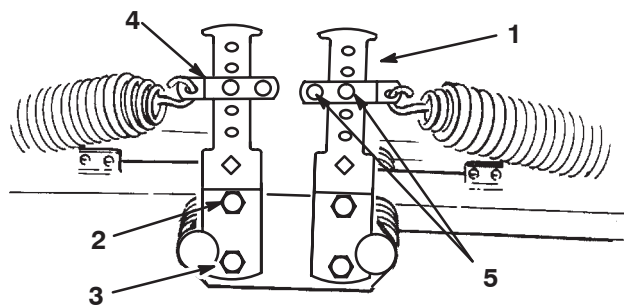

Figure 13
2. Accrochez l'autre extrémité du ressort au trou approprié (voir ci-dessous) des bras d'équilibrage avant et arrière (Fig. 13 & 14) avec la jumelle, l'axe de chape et la goupille fendue.
4. Fixez le bas du bras d'équilibrage au bâti à l'aide de la vis et de l'écrou retirés précédemment. Serrez la vis supérieure (Fig. 13).